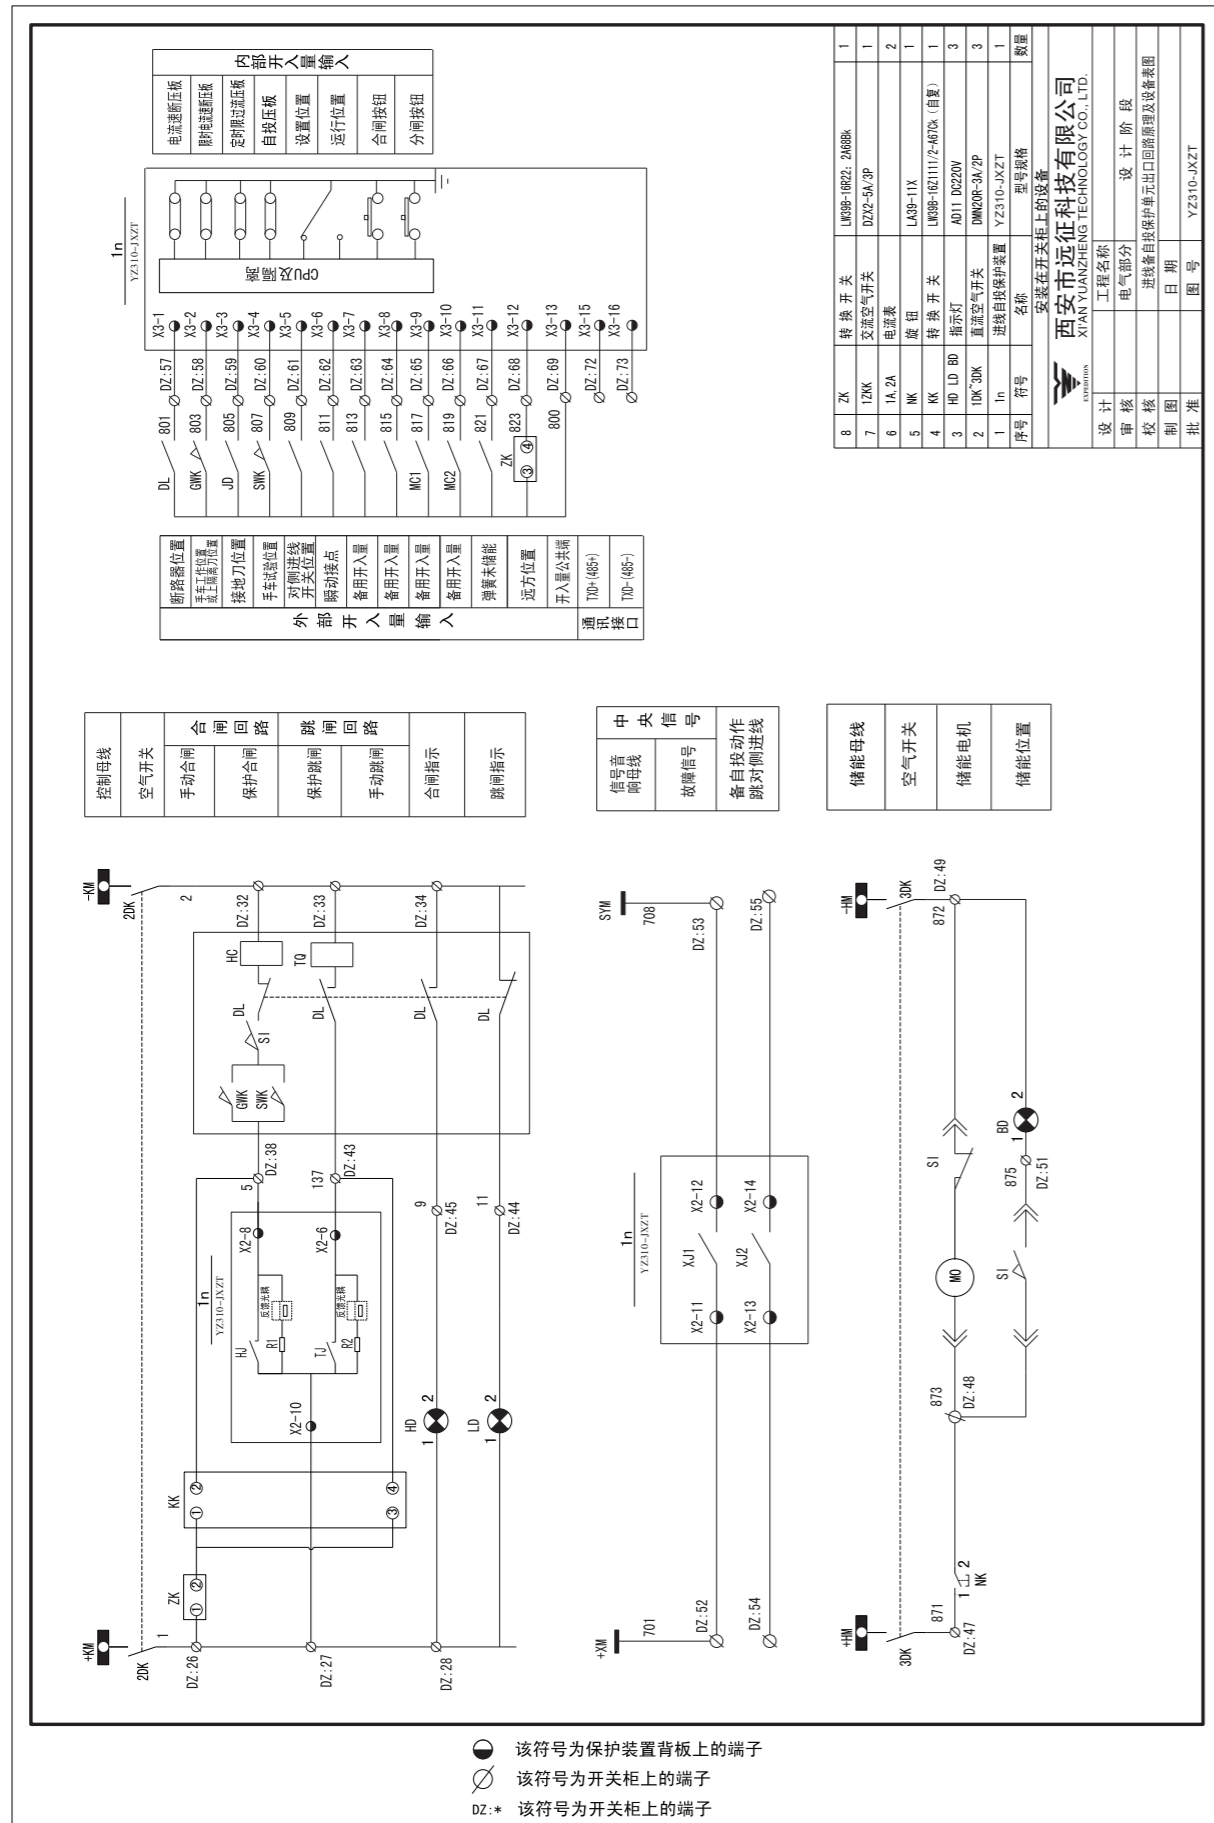

图5-16 YZ310-JXZT出口回路原理及设备图
- YZ310-JXZT出口回路原理及设备图 (见图5-16)